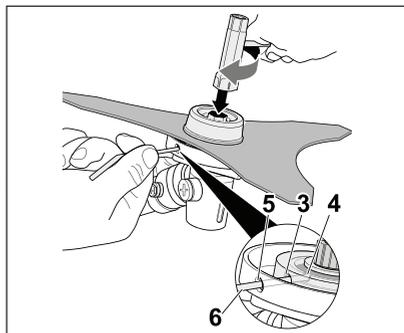

Fig. 07
- Insira a chave Allen (6), nos orifícios (5), (3) e (4), para travar o conjunto (Fig. 07).